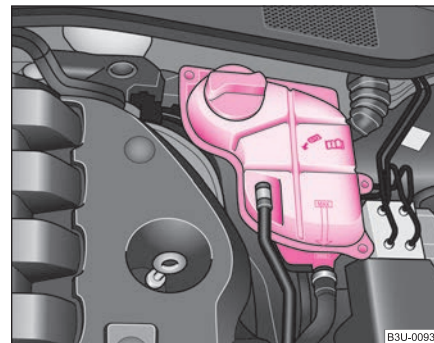

Fig. 176 Vano motor: Depósito de expansión de líquido refrigerante ►
- Compruebe el nivel de líquido refrigerante en el depósito de expansión del mismo ⇒ página 233, fig. 176. Con el motor frío, debe encontrarse entre las marcas de “MÍN.” y “MÁX.”. Con el motor caliente, el nivel puede sobrepasar también un poco la marca de “MÁX.”.
- Coloque un trapo sobre el tapa del depósito de expansión de líquido refrigerante ⇒ página 233, fig. 176 y desenrosque el tapón con **cuidado** girándolo hacia la izquierda ⇒ .